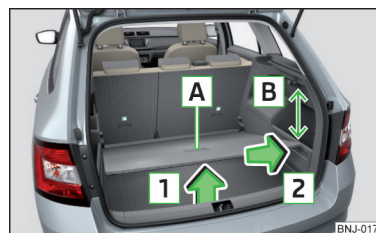

Fig. 116
- ▶ Levantar el suelo de carga variable en el mango **A** en el sentido de la flecha **1** de forma que su parte trasera se encuentre unos 15 cm **B** por debajo del borde de la cubierta enrollable » fig. 116.
- ▶ Agarrar el suelo de carga variable por el agarradero **A** » fig. 116.
Al extraer/introducir el suelo de carga variable se debe respetar la distancia de 15 cm [B] » fig. 116 por debajo del borde de la cubierta enrollable. De lo contrario existe peligro de dañar la junta de la tapa del maletero.